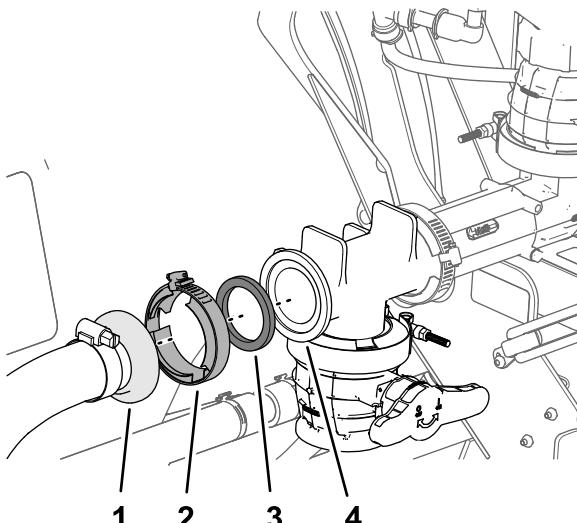

图 30
7. 使用一个垫圈和法兰夹具将清洁加药器软管总成的直通宝塔接头连接到清洁加药器 T 形接头的凸缘并用手拧紧夹具图 30。